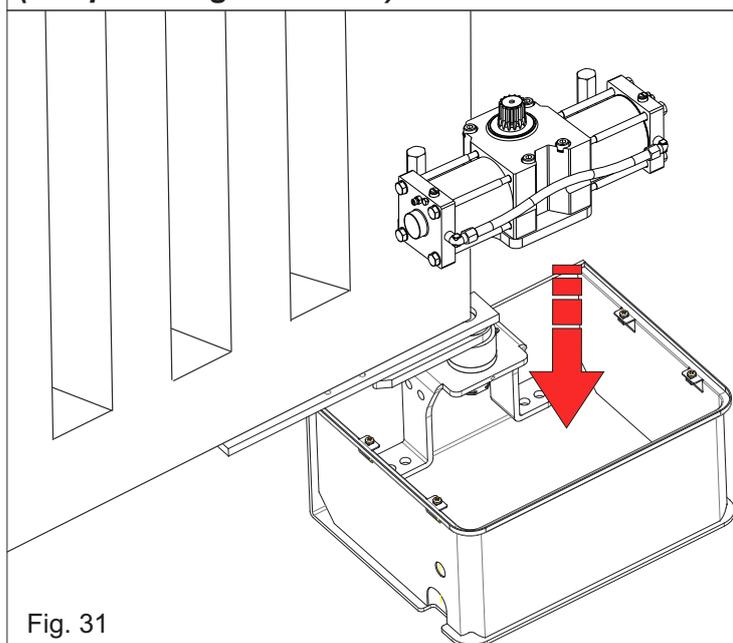

Fig. 31
**8.1.** Positionner l'opérateur en correspondance du caisson et l'insérer verticalement, attention à le positionner dans la bonne direction, comme indiqué sur la Fig. 31